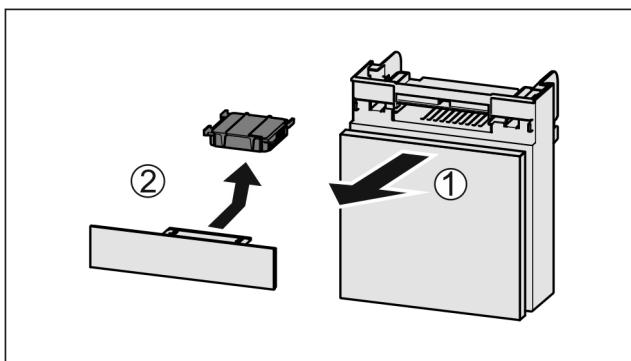

Fig. 38
- ▶ Вытянуть Fig. 38 (1) отделение движением вперед.
- ▶ Извлечение Fig. 38 (2) фильтра с активированным углем.